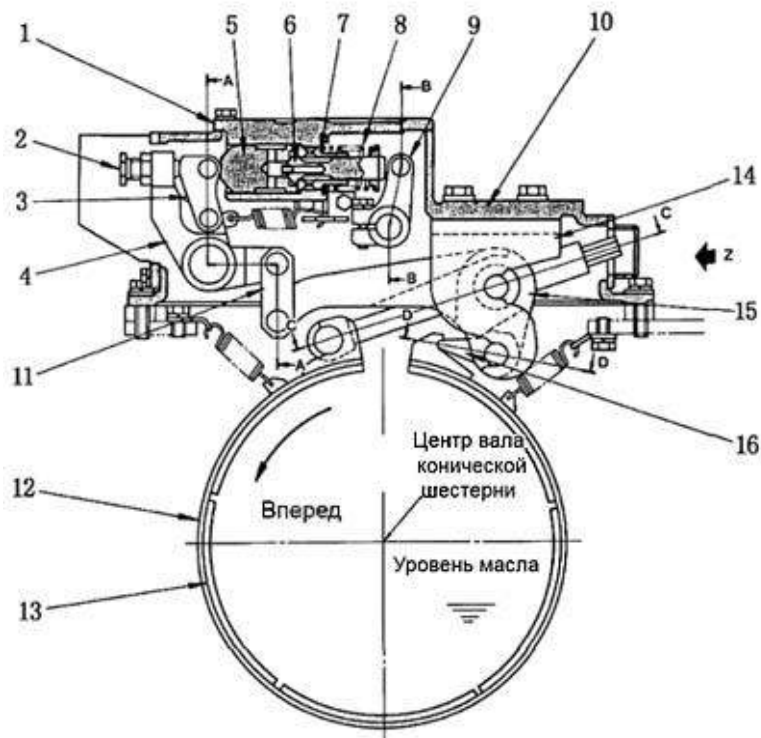

Рис. 5-30
5.7. Тормоз рулевого механизма (Рис. 5-30)